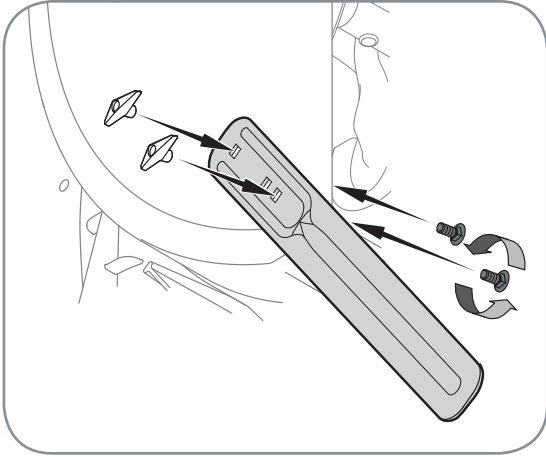

Figure 3-8
- Positionnez les barres de coupe pour qu'elles font face à l'avant comme illustré à la Figure 3-8. Maintenez-les en place avec la broussaille enlevée précédemment, les écrous à oreilles devraient être attachés sur l'extérieur du logement comme illustré.